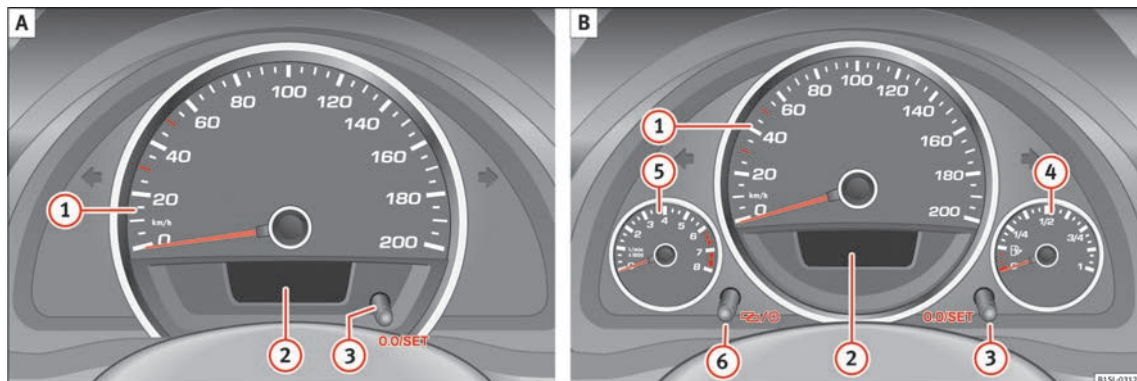

Fig. 95. Cuadro de instrumentos, en el tablero de instrumentos: variante 1 (A) y variante 2 (B).
» fig. 95:
En la pantalla del cuadro de instrumentos » **fig. 95** ❷ se puede mostrar diferente información dependiendo del equipamiento del vehículo:
» fig. 95 ②.